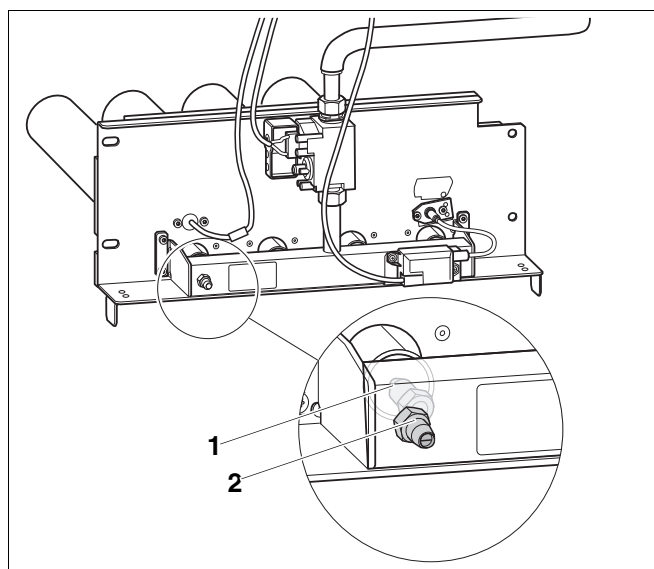

Рис. 48 Замена форсунок основного газа
- Заменить форсунки основного газа (Рис. 48, поз. 1) на форсунки для нового вида газа. При этом нужно установить новые уплотнения.
- На два оборота открутить измерительный ниппель (Рис. 48, поз. 2) на газораспределительной гребенке и надеть измерительный шланг U-образного манометра.